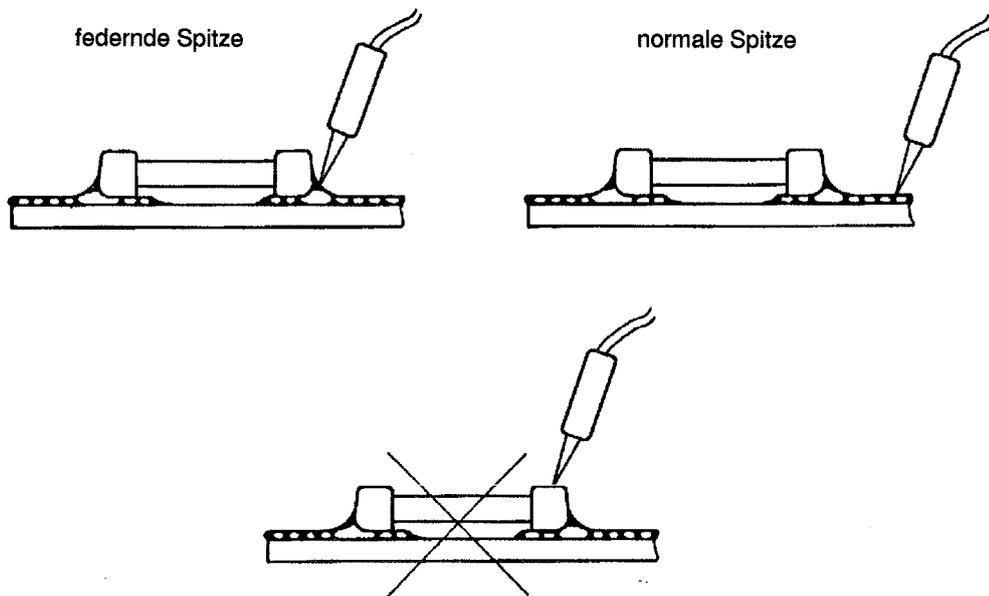

Bild 2-1 Messungen an SMT-Leiterplatten
Messungen (z. B. mit Tastkopf) an SMD niemals direkt auf dem Bauteil vornehmen, sondern Leiterbahnen, Testflächen oder Durchkontaktierungen verwenden. Bei Verwendung eines speziellen Tastkopfs mit federnder Spitze darf auch am Fuß des Bau-elementes gemessen werden. (Siehe Bild 2-1)
- SMD ohne Beinchen (Melf + Chip) (Siehe Bild 2-1)